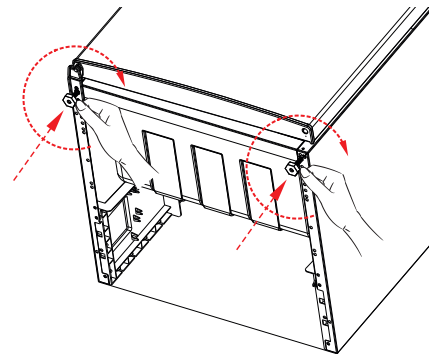

Fig. 19
- ▶ Vuelva a montar las patas del aparato y atorníllelas ligeramente en sentido horario (fig. 19).